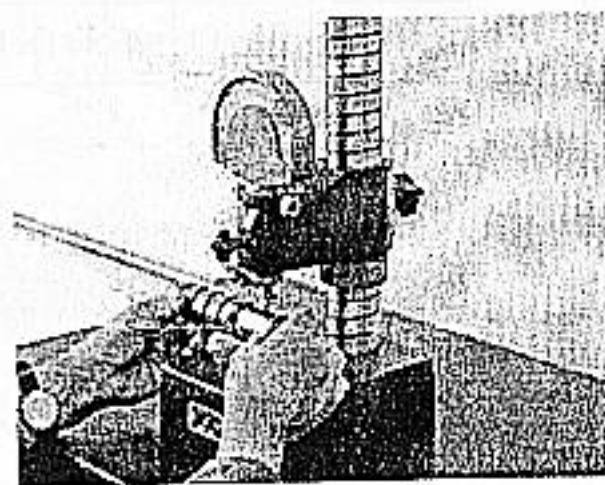

图1
2、图1所示为在机械式比较仪上测量一轴类零件。该比较仪测量范围为0~180 mm, 示值范围为 $\pm 100 \mu\text{m}$ , 分度值为 $1 \mu\text{m}$ 。用该仪器能做绝对测量吗? 若不能, 为什么?